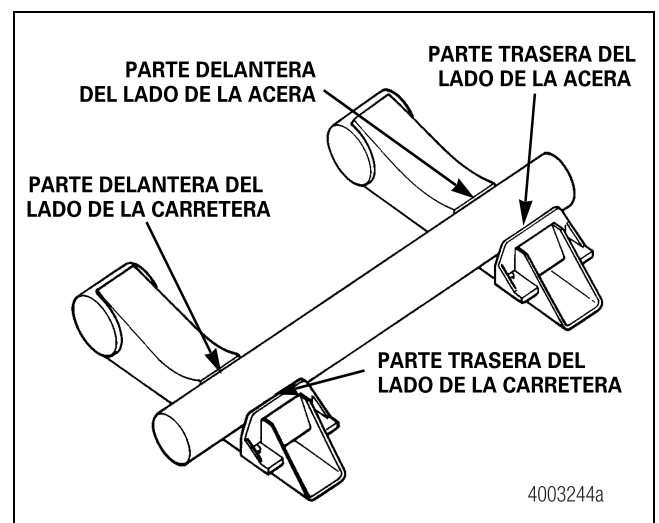

Figura 7.14
- Algunos soportes se conectan con los ejes de semirremolque mediante soldaduras múltiples. Por ejemplo, en cada uno de los sitios de soldadura que aparecen en la Figura 7.14, la parte delantera del lado de la carretera, la parte trasera del lado de la acera, etc., se han aplicado tres cordones de soldadura. Para minimizar la distorsión del eje en este caso, se puede establecer una secuencia de soldaduras. Esto supone alternar los cordones de soldadura desde la parte delantera hasta la parte trasera de un soporte individual y entre los soportes ubicados en los lados del eje que apuntan a la carretera y a la acera. Esto contrasta con la realización de todas las soldaduras en un sitio del soporte antes de aplicar las soldaduras en otros puntos.